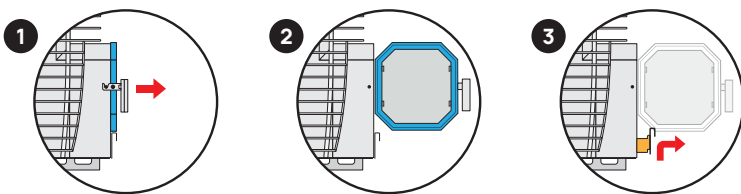

Abbildung 15. Herausnehmen des HIVE Flow Aschekastens.
- Um den Aschekasten für die Entleerung herauszunehmen, öffnen Sie die Tür der Brennkammer, heben Sie den Aschekasten leicht an und ziehen Sie ihn dann heraus (der Aschekasten ist mit Sicherheitssperre ausgestattet, was ein übermäßiges Öffnen während der Benutzung des Saunaofens und somit eine Überhitzung verhindert). Siehe **Abbildung 15**.